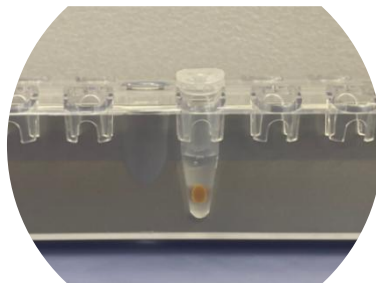

图 4 AMPure Beads 在磁力架上吸附示意图
3. 合格的 cDNA 应同时满足以下几个条件: 主峰片段大小应在 900-2000bp 左右; 1000bp-5000bp 占比大于 15%; 300bp 以下片段占比小于 40%(如图 4)。cDNA 评级分布见下表。(若在满足“合格”类条件下同时存在基线上调或拖尾严重情况, 评级评定为“风险”)